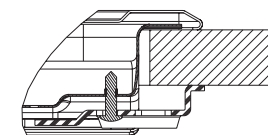

Fig. 1
1. Fixați clemele cu arc (A) (fig. 1) cu șuruburile furnizate, având grijă să respectați distanțele indicate.
- După efectuarea conexiunii electrice, introduceți mașina de gătit prin partea de sus și fixați-o pe consolele de sprijin, ca în fig. 1.